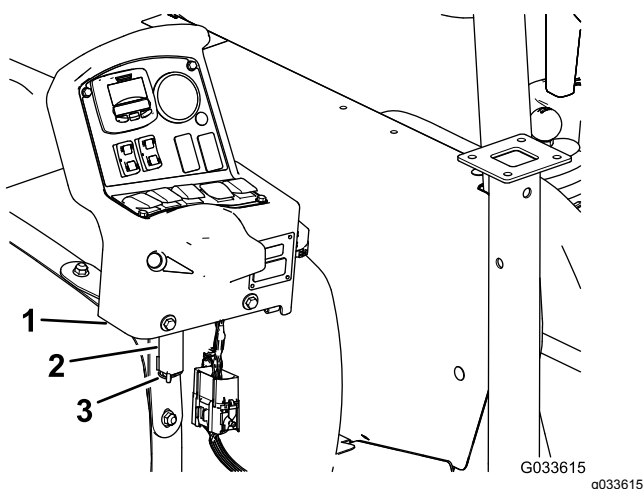

Рисунок 129
7. Снимите консоль с монтажного кронштейна на приборной панели автомобиля и совместите ось поворота управляющей консоли с кронштейном для хранения на переднем хомуте бака (Рисунок 129);
8. Установите консоль на кронштейн и прикрепите ось поворота к кронштейну с помощью шплинта (Рисунок 129).